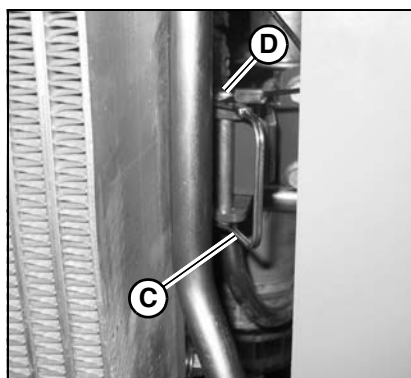

Figura 89 – Pestillo del radiador
- a. Apriete hacia abajo el bloqueo del pasador de resorte (C, Figura 89) para liberar el pasador (D). Levante el pasador (D) y retírelo del soporte.
- c. Cuando complete el mantenimiento del motor, devuelva el radiador a la posición de cierre y fíjelo con el pasador (D). Bloquee el pasador de seguridad (D) en el soporte con el bloqueo del pasador de resorte (C).